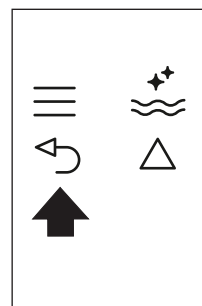

Abb. 25
- Drücken Sie zweimal das Symbol ↶ (B6) (Abb. 25), um das Menü zu verlassen.